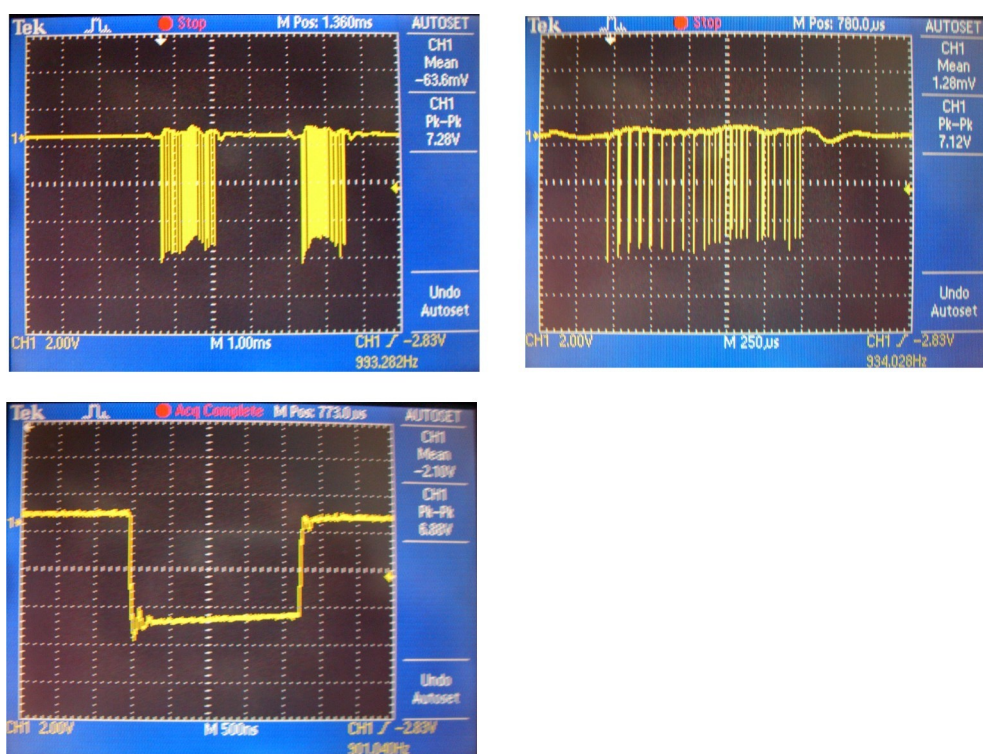

Рисунок 115
- 7) Подключить общий вход осциллографа к выходу «ИПЛ-» БД, сигнальный вход осциллографа к выходу «ИПЛ+» БД. При помощи осциллографа наблюдать форму сигнала запроса БД. Должны быть две посылки запроса. Запомнить на экране осциллографа форму сигналов запроса (рисунок 115).